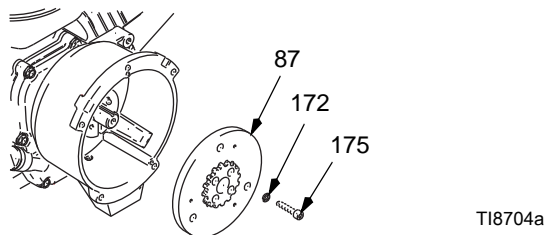

FIG. 7
9. FIG. 7. Ahhoz, hogy az eltávolításakor a hajtómű tengelye szilárdan álljon, használjon ütöműves csavarbehajtó gépet vagy üssön éket az armatúra (87) és a tengelykapcsolóház közé.
10. Távolítsa el a négy csavart (175) és a biztosítógyűrűket (172).
11. Távolítsa el az armatúrát (87).
4. Szerelje fel az armatúrát (87) a hajtómű hajtótengelyére.
5. FIG. 7. Szerelje fel a négy csavart (175) és a biztosítógyűrűket (172). A megfelelő nyomaték: 125 hüvelyk-láb.